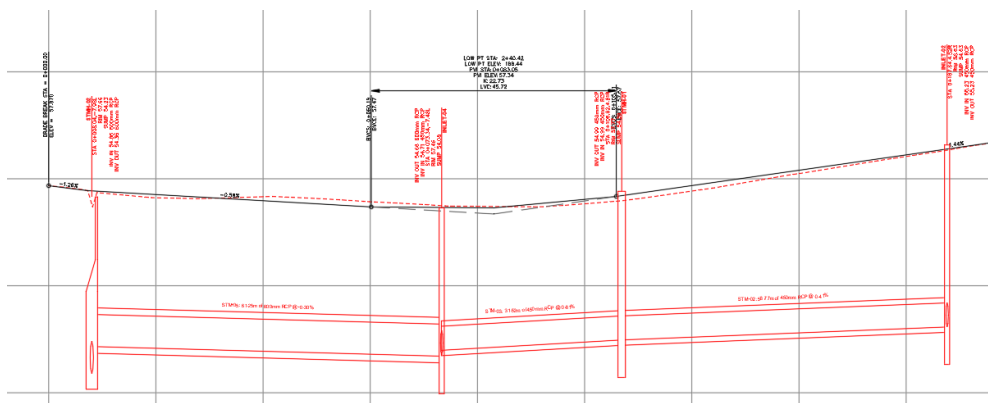
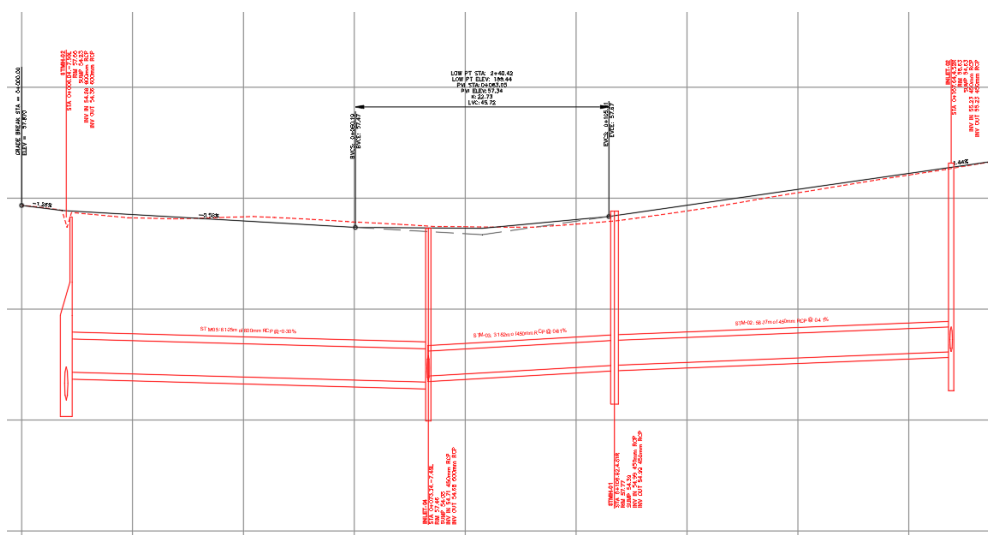

Рис. 3.15. Начальное размещение меток трубопроводной сети на виде профиля
Рис. 3.16. Метки трубопроводной сети на виде профиля после их редактирования с целью улучшения их читаемости
46. Щелкните по трем трубам на виде профиля, чтобы разместить метку над каждой трубой. Получившийся чертеж должен выглядеть приблизительно так, как показано на рис. 3.15.
52. Повторите выполнение инструкций 48–50 для метки третьего колодца (*INLET-05*). После завершения редактирования последней метки общее отображение вкуче с аннотированием трубопроводной сети на виде профиля существенно улучшилось. Сравните результат, показанный на рис. 3.16, с начальным размещением меток на рис. 3.15.